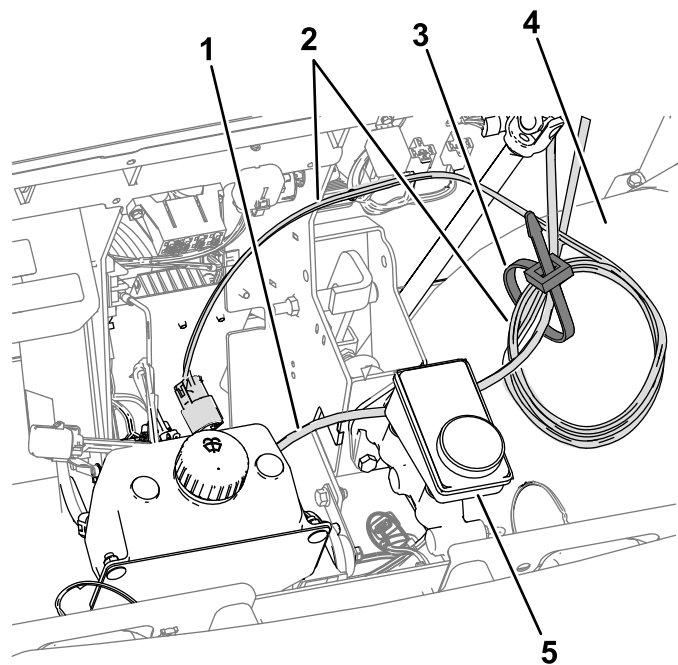

Рисунок 50
- Сверните в кольцо лишний участок жгута проводов насоса омывателя (Рисунок 50) и закрепите свернутый в кольцо жгут и шланг с помощью кабельной стяжки.